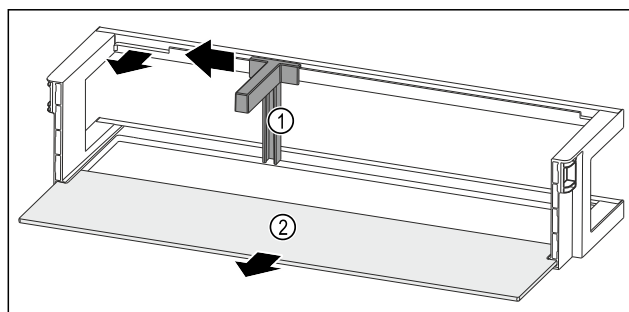

Fig. 240 Дверная полка с держателем для бутылок и съемной полкой
- ▶ Сместите держатель для бутылок Fig. 240 (1) до выемки в сторону.
- ▶ Извлеките держатель для бутылок Fig. 240 (1).
- ▶ Извлеките съемную полку Fig. 240 (2).